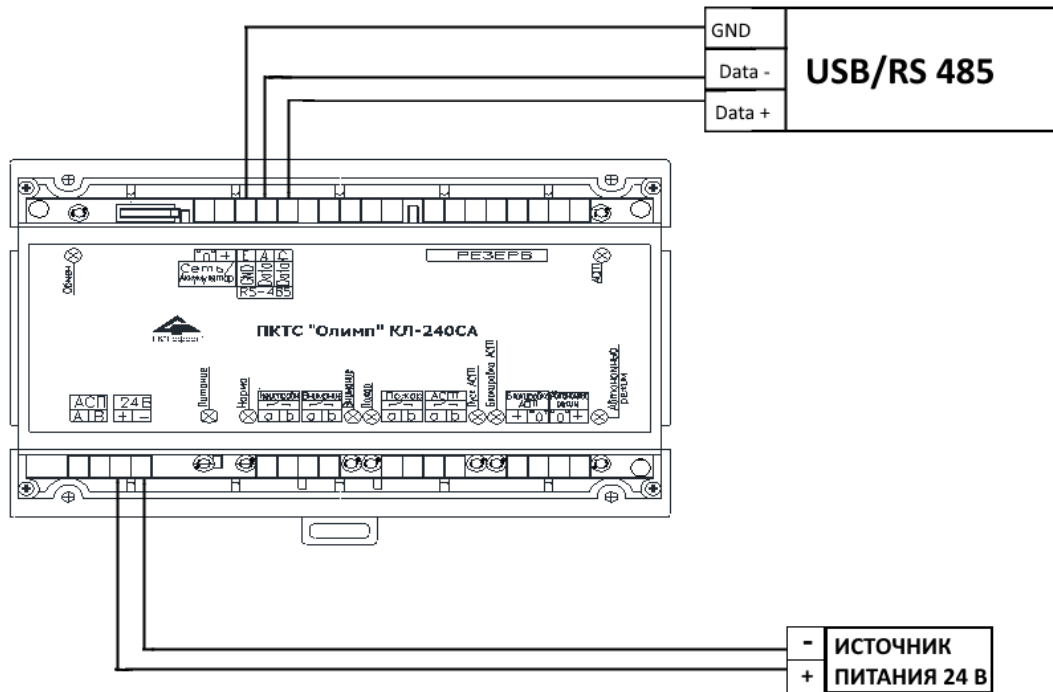

Рисунок 36 – Подключение конвертера интерфейса RS-485 к КЛ-240СА.
- подключить КЛ-240СА к ПК через преобразователь интерфейса RS-485 (см. рис. 36);